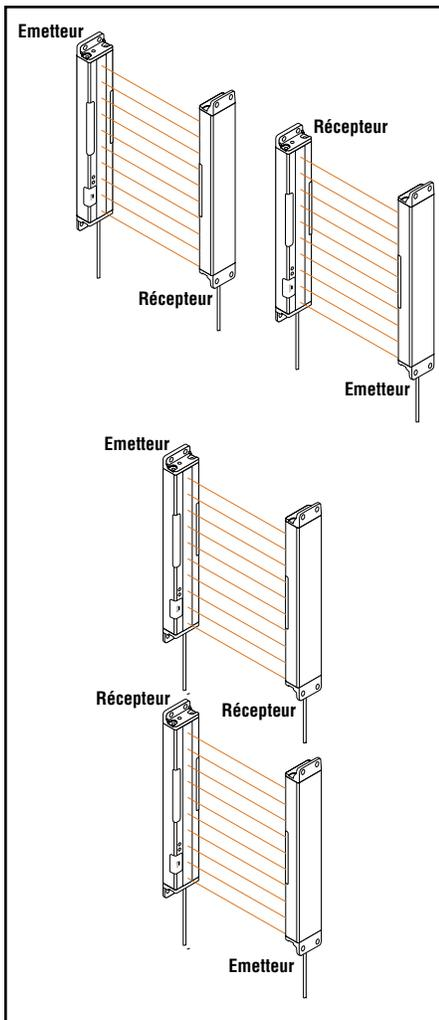

Figure 2. Installation des PVA : alterner les paires d'émetteur et de récepteur pour éviter les interférences
- Alterner les positions relatives des émetteurs et des récepteurs, comme illustré en figure 2.